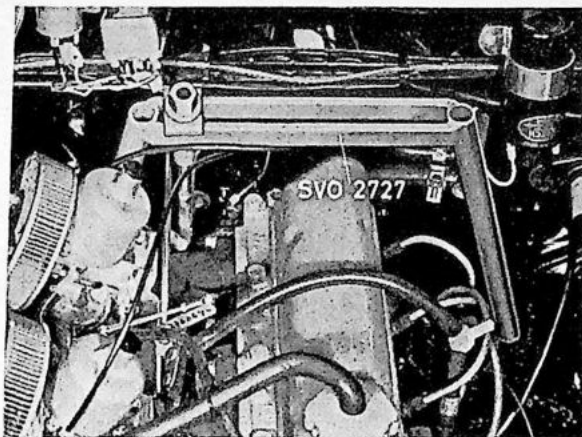

Fig. 4-28. Het ondersteunen van de motor
1. Breng het hefapparaat SVO 2727 voor de motor aan, zie Fig. 4-28. Plaats de lichthaak om de uitlaatpijp.